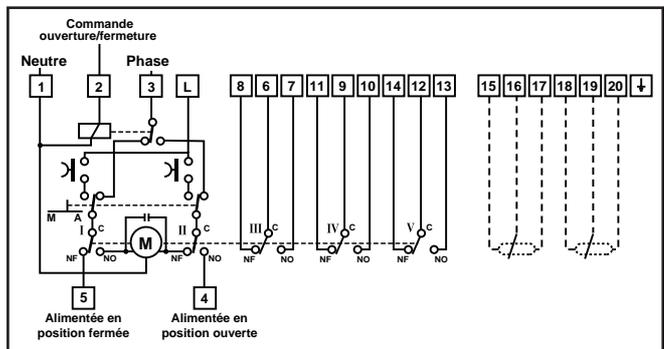

Fig. 3 - Raccordement du MF4000B
- MF4000B Versions destinées à des applications Tout Ou Rien munies d'un relais incorporé pour commande Tout Ou Rien (voir Fig. 3).